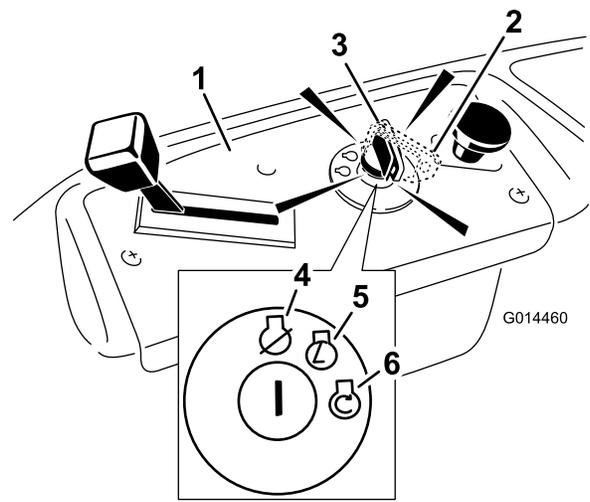

Figura 14
4. Gire la llave de contacto a Arranque para activar el motor de arranque. Cuando el motor arranque, suelte la llave (Figura 14).
2. Ponga el acelerador en Rápido (Figura 14).